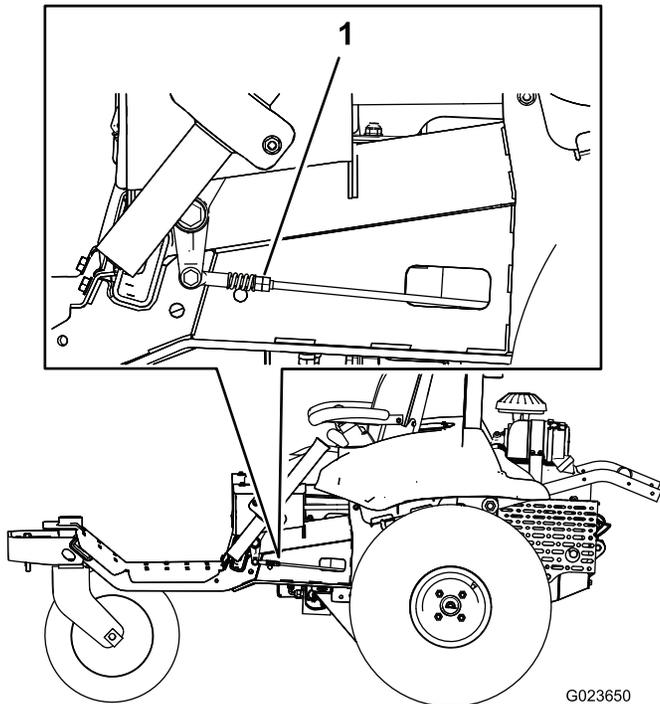

图62
7. 在机器的一侧，缓慢转动连杆上的双螺母（图62），直到这一侧的车轮开始旋转，然后以相反的方向转动双螺母，直到车轮朝另一个方向旋转。